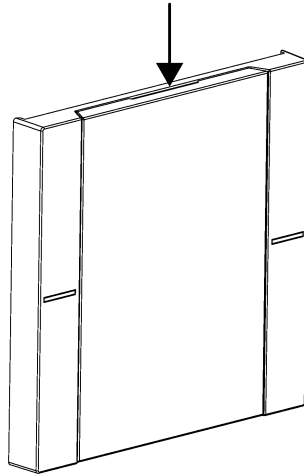

Figure 9: Palper l'encoche du cache du porte-étiquette
- Palper l'encoche du cache du porte-étiquette avec le doigt (voir figure 9).